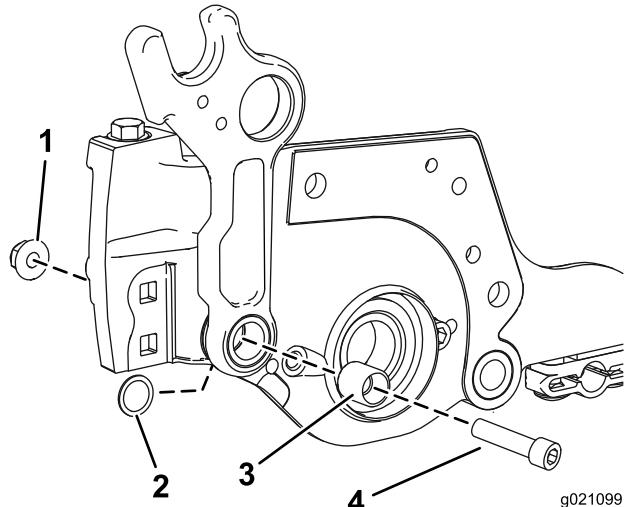

図 5
5. ボルト（3/8-16 x 1-1/4 インチ）1本と新しいスペーサを取り付け、キットに入っているナットで固定する（図 5）。
注 平ワッシャがフレームとサイドプレートの間に入り、平ワッシャが図 5 に示すようにスペーサを取り囲んで配置されること。